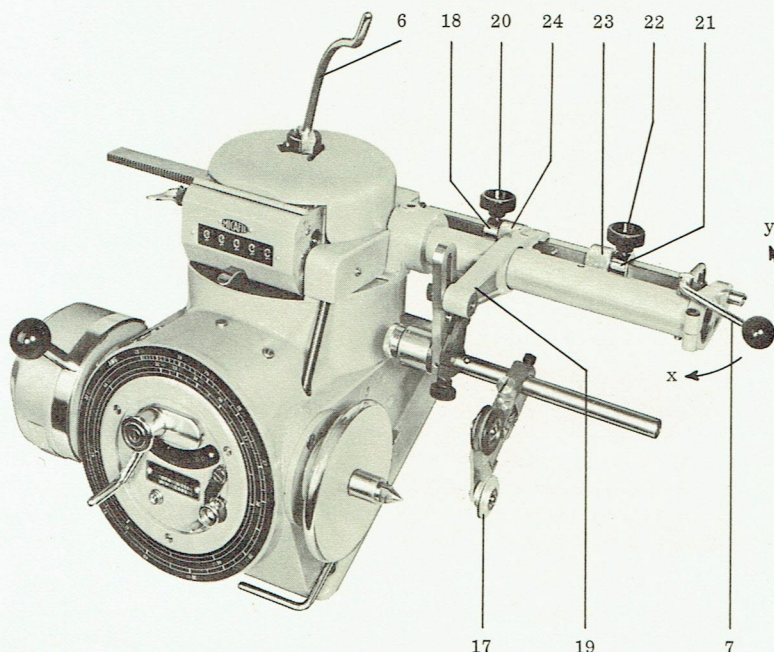

Fig. 5
**Einstellen der Lagenbreite (Fig. 5)**
**Réglage de la largeur de la bobine (Fig. 5)**
**Setting-up the winding width (Fig. 5)**